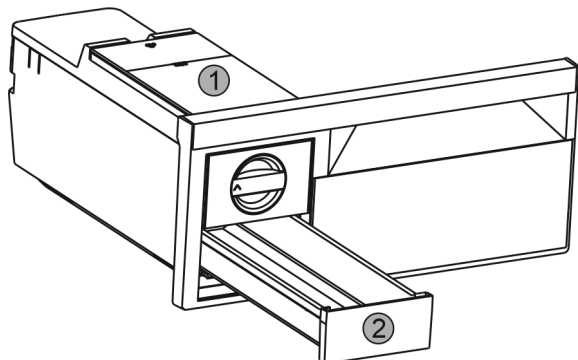

Fig. 53
- ▶ Извадете резервоара за вода Fig. 53 (1) и чекмеджето за ледени кубчета Fig. 53 (2).